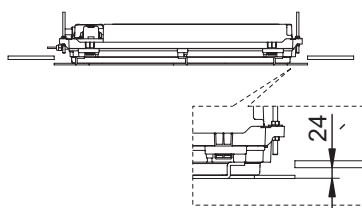

Рис. 5.12
- 4) Проверьте, чтобы разница уровней между нижней поверхностью потолка и нижней стороной монтажного шаблона составляла около 24 мм (см. рис. 5.12). Если это требование не выполняется, высота подъема кондиционера является неправильной. [AD1]